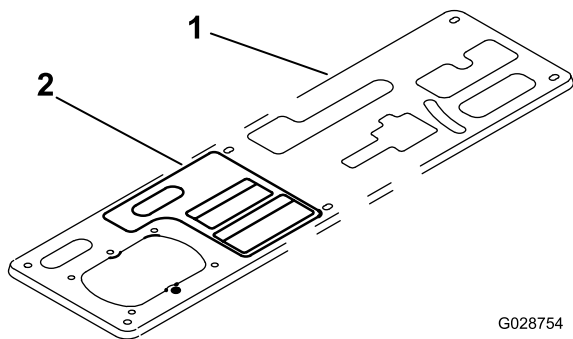

Bild 15
8. Reinigen Sie die Bedienfeldplatte und bringen Sie den Betriebsaufkleber neben dem Zapfwellenhebel am Bedienfeld an; bringen Sie den Aufkleber so an, wie in Bild 15 abgebildet.